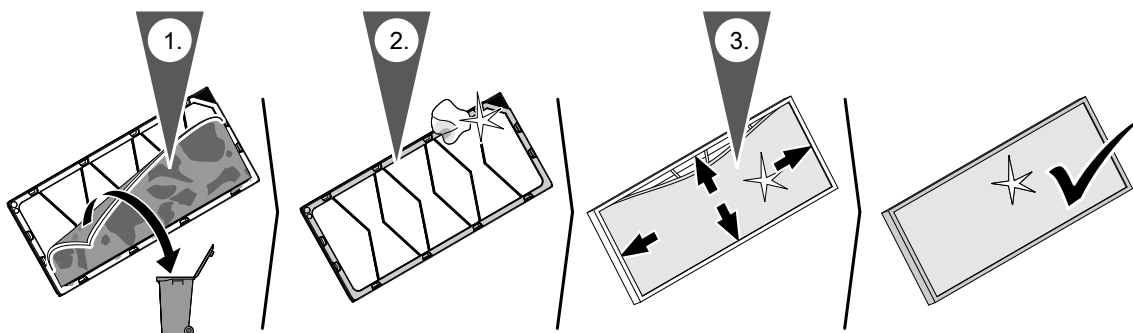

Abb. 15
- Bei Grobfiltern G4 (= ISO Coarse 60 %) nur das Filtervlies im Filterrahmen austauschen, siehe Abb. 15.